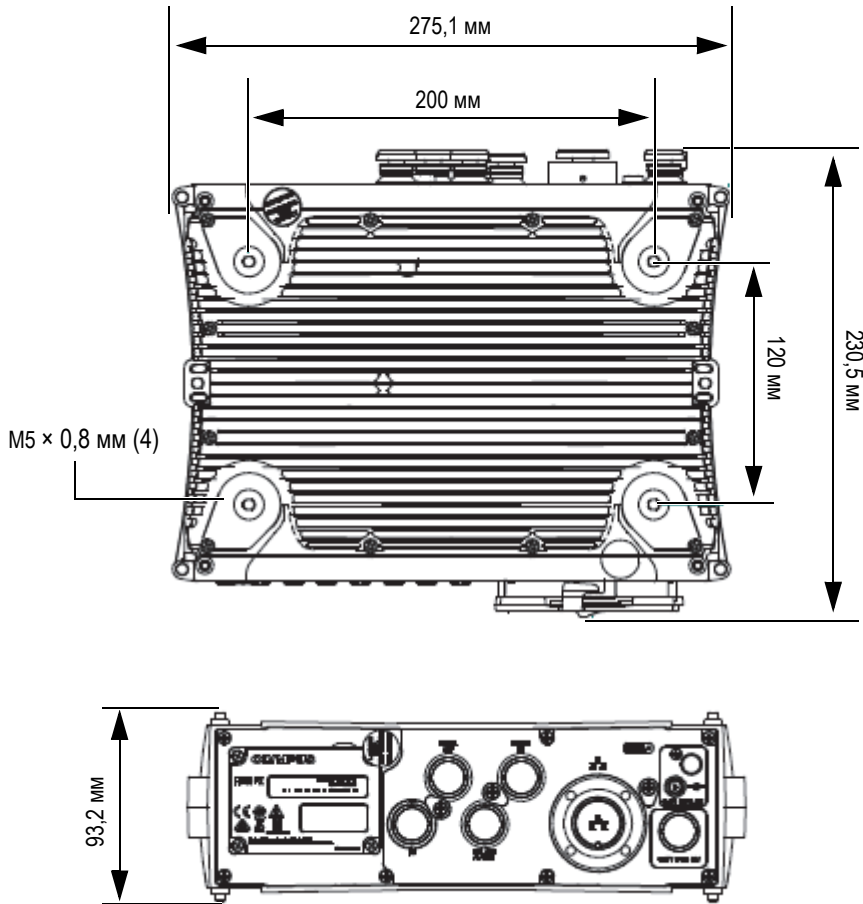

Рис. 2-6 Монтажные размеры
- ◆ Закрепите FOCUS PX на сканере с помощью четырех винтов М5, уже вставленных в отверстия, в верхней и в нижней части прибора (Рис. 2-6 на стр. 37). Глубина резьбы составляет 9 мм.